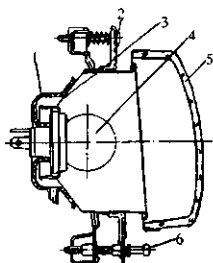

图 4-2-39 半封闭式前照灯
(4)用螺丝起子调整前照灯调整螺钉(见图 4-2-39),使主光束进入规定范围。
(2)用螺丝起子调整前照灯调整螺钉(见图 4-2-39),使主光束进入规定范围。